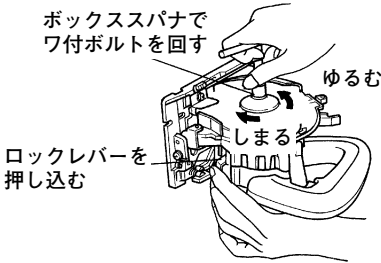
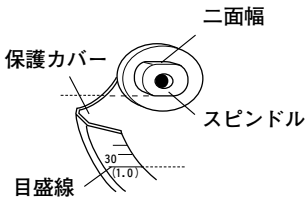
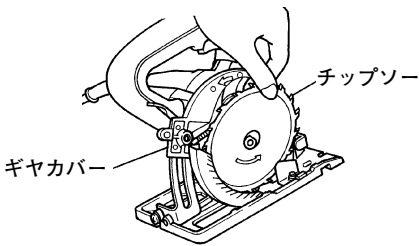

図 8-1
図 8-2
図 9
(1) 取付け方 (図 8-1, 図 8-2, 図 9, 図 10)
ロックレバーを押しながら、付属のボックススパナでワ付きボルトをゆるめてワッシャ(B)を取りはずします。ワ付きボルトは右ねじですので、反時計方向に回すとゆるみます。(図 8-1)
スピンドルの二面幅部を保護カバーの $\frac{30}{(1.0)}$ の目盛線と平行にします。(図 8-2) その時スピンドルやワッシャに付着しているごみなどをよくふき取ります。
チップソーの向きは、チップソーの矢印方向がギヤカバーの矢印方向と一致するようにします。(図 9)
チップソーを図 10 の順に取付けて、ロックレバーを押し込みながら付属のボックススパナを使って、ワ付ボルトを十分に締め付けてください。(図 8-1)